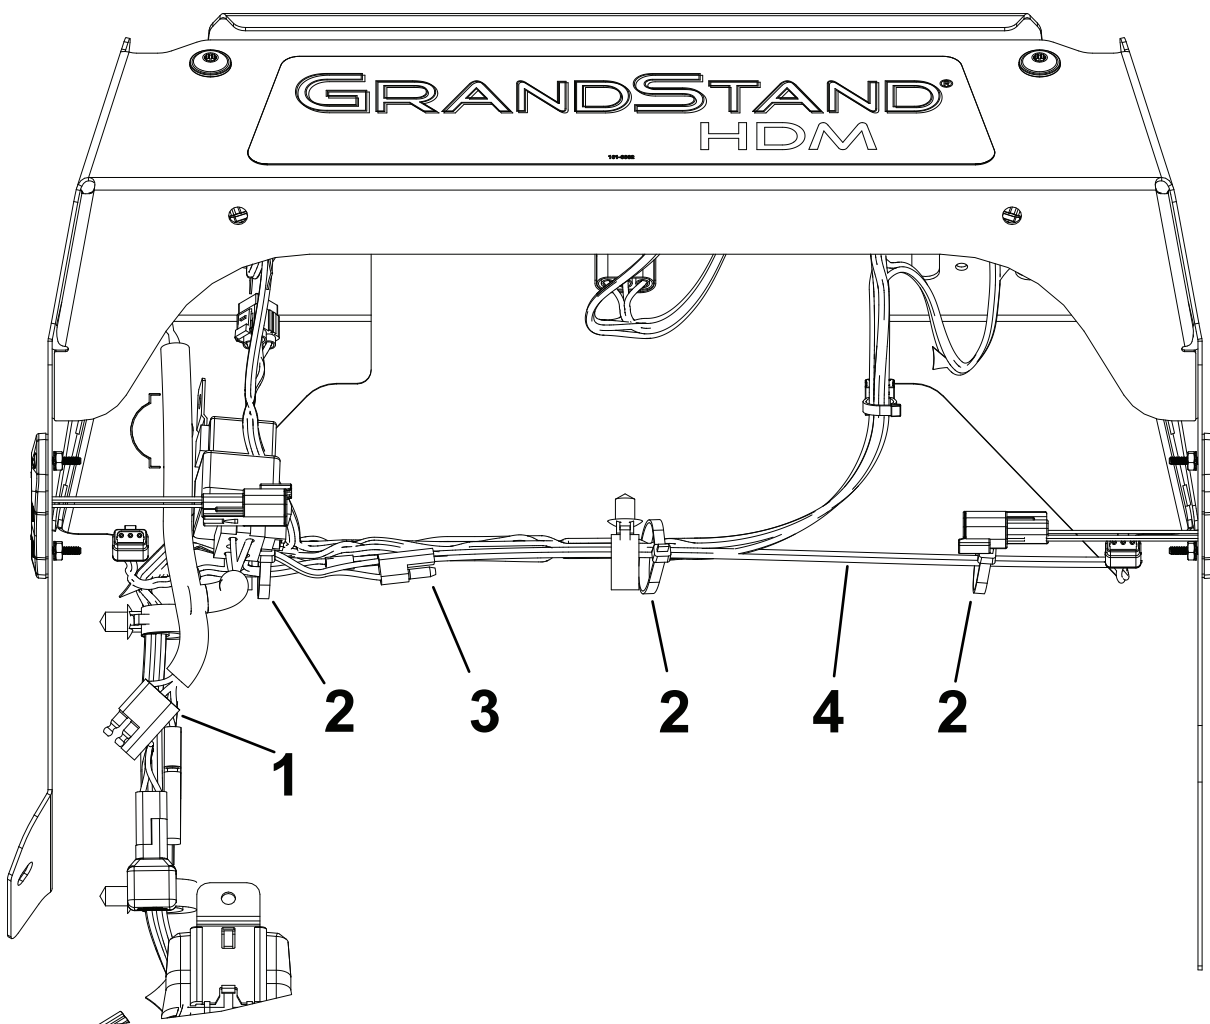

Figura 3
1. Conecte los dos cables flexibles al arnés de luces y diríjalos tal y como se muestra en la Figura 3. Fije el arnés al bastidor con las bridas.